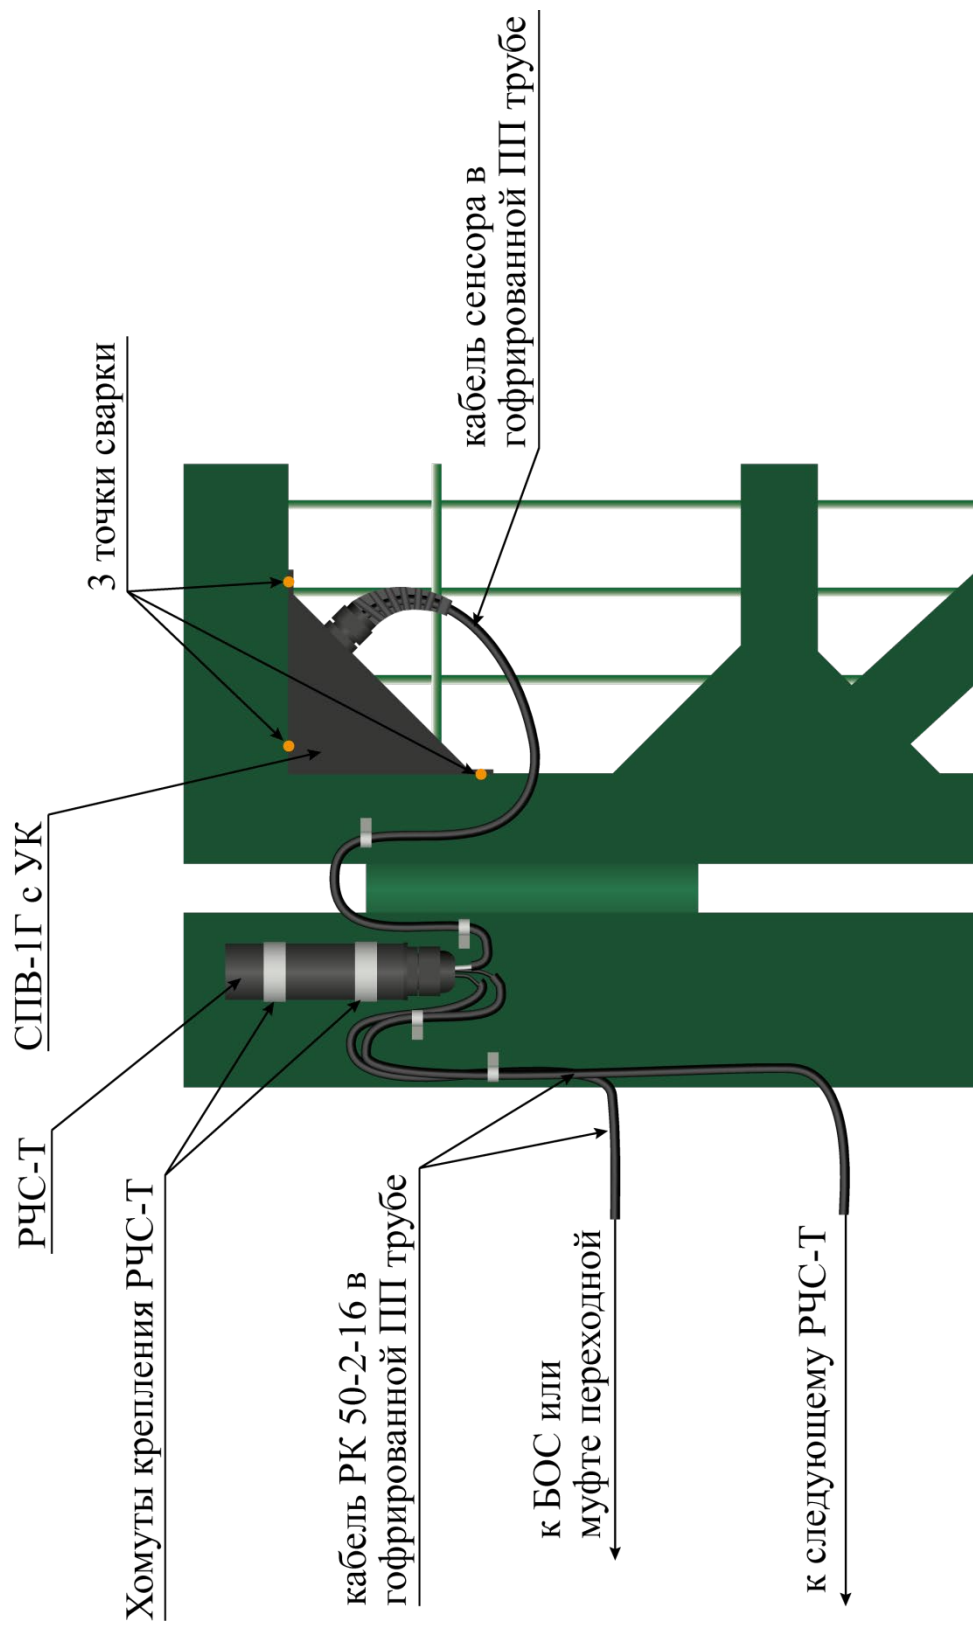

Рисунок 4.37 – Установка сенсора СПВ-1Г с узлом крепления на створке ворот (калитки)
- сенсор расположить в углу створки ворот (калитки) со стороны петли (рисунок 4.37);
- узел крепления сенсора закрепить к каркасу створки методом сварки (рисунок 4.37);
- закрепить РЧС-Т хомутами к опоре ворот (калитки) или каркасу створки ворот (калитки) гермовводом вниз (рисунок 4.37);
- закрепить к опоре ворот (калитки) металлическими скобами металлорукава с кабелем РК (рисунок 4.37);
- один кабель РК подключить к БОС или к муфте переходной (в зависимости от проекта), другой через протяжную коробку к следующему РЧС-Т (рисунок 4.37).